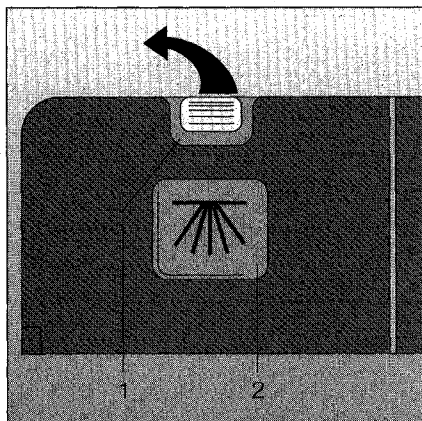

Figure 10
- Appuyez sur le bouton de verrouillage (figure 10/1). Le couvercle se relève.
En cas de vaisselle très sale, vous avez la possibilité d'ajouter du détergent supplémentaire dans le creux du couvercle (figure 10/2). Remplissez le réservoir à ras bord. Ce détergent agira dès le pré-lavage.